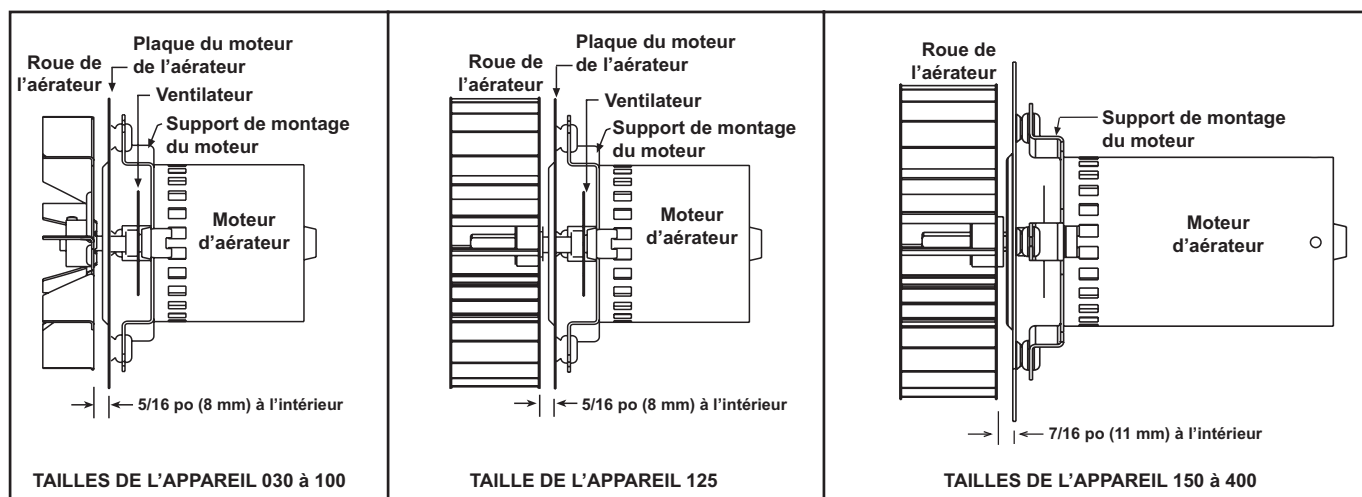

Figure 18. Moteur de l'aérateur et ensemble de la roue
6. Réassemblez avec un moteur d'aérateur et une roue de remplacement. Assurez-vous que la roue de l'aérateur est positionnée correctement sur l'arbre (voir **Figure 18**).